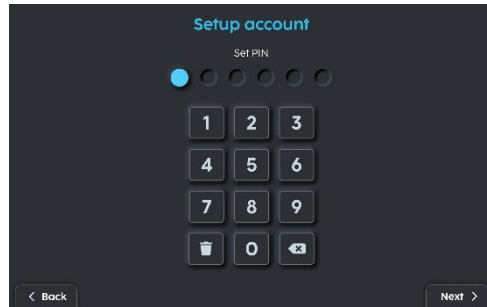

Fig. 5
5. Saisissez votre mot de passe (Fig. 5).